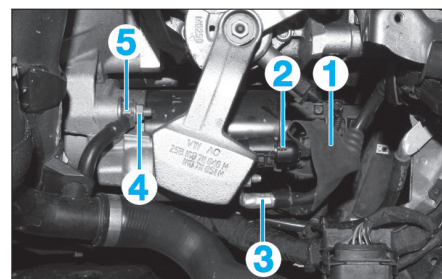
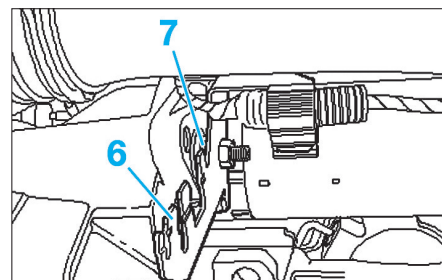

Fig. 9
Fig. 10
- Dissocier le cache de protection (1) du solénoïde (Fig.9).
- Débrancher le connecteur (2).
- l'écrou de fixation du contacteur (3) puis retirer le câble positif,
- le câble de masse (4),
- la vis de fixation (5) supérieure du démarreur,
- le support (6) puis la vis de fixation inférieure (7) du démarreur (Fig.10).